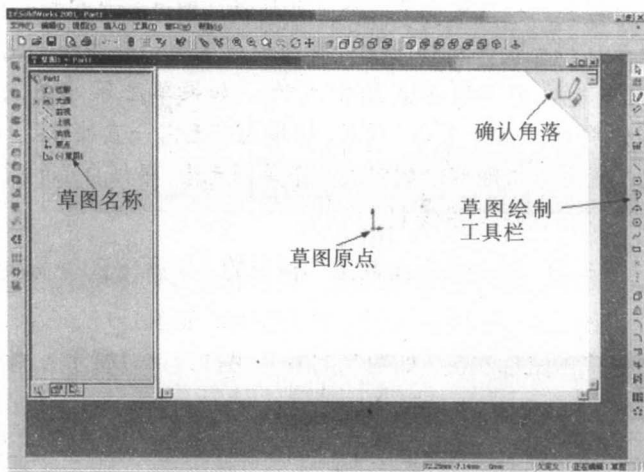

图1.8
- (1)单击草图绘制工具栏的“草图绘制”,新建一草图,进入草图绘制环境,如图1.8所示。